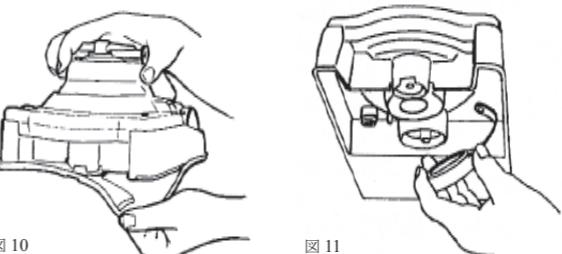

図8
- リザーバを引っ張って、外してください(図8)。
- 使用後、リザーバを外し、洗浄(図8)。止めづめを親指で外し、同時に人差指でリザーバを引っ張ってください。
- ベースプレート、カバー、リザーバを取り付けてください(図8,9,10)。